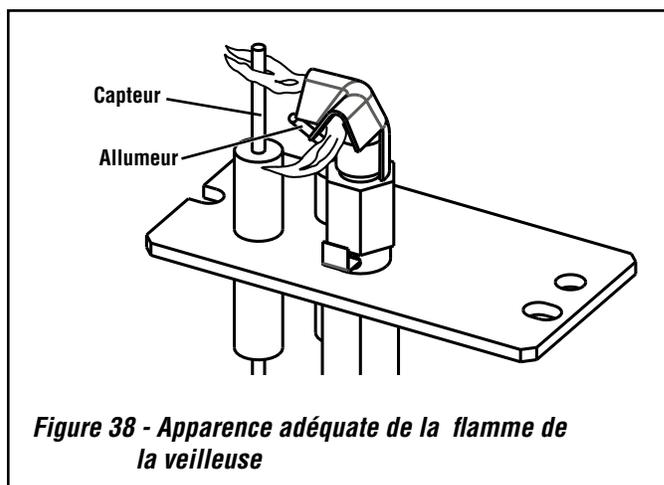

Figure 38 - Apparence adéquate de la flamme de la veilleuse
- Inspecter périodiquement la veilleuse pour vérifier que la flamme est correcte. Mettre le sélecteur ON/Auto de la veilleuse sur la position ON. S'assurer que la veilleuse s'allume. La flamme de la veilleuse doit recouvrir le détecteur de flamme comme illustré à la **figure 38**. Voir *le mode Intermittent/Veilleuse* en attente à la **page 24** pour savoir comment passer de l'allumage intermittent à une veilleuse en attente.
2. Retirer les 5 vis Phillips maintenant l'ensemble ventilateur en position et soigneusement mettre l'ensemble de côté, exposant ainsi le câblage de l'appareil (voir *figure 38*).